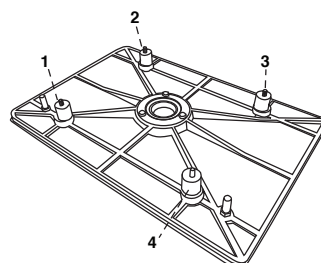

Fig. 4
6. Unscrew the isolators and replace with new ones, 4 isolators (Fig. 4)
6. Destornille los amortiguadores y sustitúyalos con nuevos, 4 amortiguadores (Fig. 4)